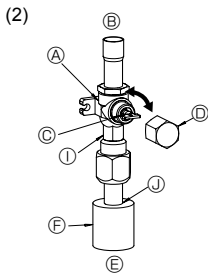
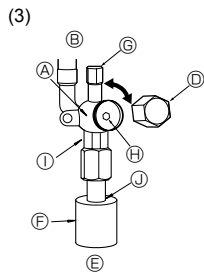

Fig. 4-6
Fig. 4-7
- ② Vérifier que la vanne d'arrêt est complètement ouverte et tourner le capuchon pour le ramener sur sa position d'origine.
(2) Côté gaz de SW100, 120 (Fig. 4-6)
- ① Enlever le capuchon, ramener la poignée vers soi et la tourner d'un quart de tour en sens inverse des aiguilles d'une montre pour ouvrir la vanne.
- ② Vérifier que la vanne d'arrêt est complètement ouverte, appuyer sur la poignée et tourner le capuchon pour le ramener sur sa position d'origine.
(3) Côté liquide de SW75-120 et côté gaz/liquide de SW40-75 (Fig. 4-7)
- ① Retirez le bouchon, et tournez la tige de soupape à fond dans le sens antihoraire avec une clé hexagonale de 4 mm. Arrêtez de tourner quand elle frappe la retenue.